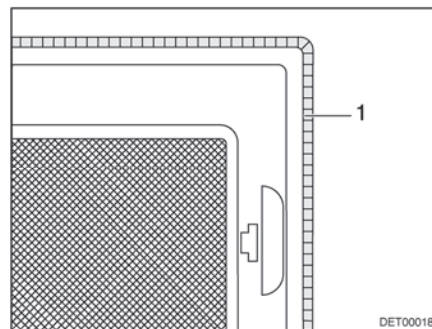

Fig. 52 Aération forcée
**Aération forcée** Selon l'équipement, le lanterneau est équipé d'une aération forcée (Fig. 52,1). Des lanterneaux avec aération forcée sont intégrés dans l'espace habitable et dans le cabinet de toilette.